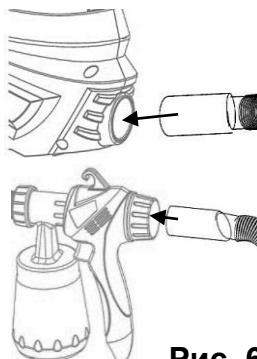

Рис. 6
- Присоедините воздушный шланг, плотно вставив его в соответствующие гнёзда в корпусе компрессора и распылителе (Рис. 6)
- Установите корпус компрессора (Рис.1 – 9) на чистую и ровную поверхность, для исключения всасывания пыли (Рис. 6)